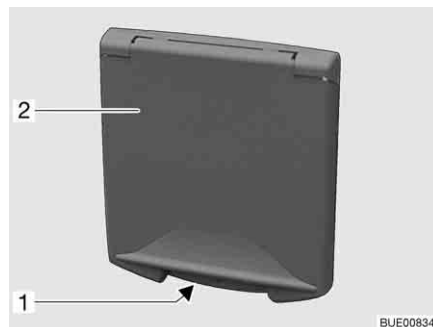

Fig. 36 Serratura a pressione sportello di servizio
- Inserire la chiave nel cilindro della serratura a pressione richiudibile (Fig. 36,1) e ruotare di un quarto di giro. La serratura a pressione è sbloccata.
- Inserire la chiave nel cilindro della serratura a pressione richiudibile (Fig. 36,1) e ruotare di un quarto di giro. La serratura a pressione è bloccata.